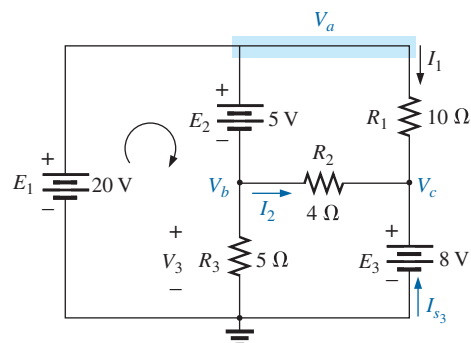

Figura 7.30 Circuito na Figura 7.29 redesenhado para definir o caminho para as incógnitas desejadas de forma mais adequada.
- a) O circuito é redesenhado na Figura 7.30 para indicar claramente o arranjo entre os elementos. Primeiro, observe que a tensão  $V_a$  passa diretamente através da fonte de tensão  $E_1$ . Portanto: